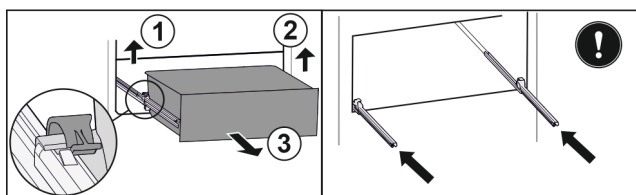

Fig. 69
- ▶ Podnieść lewy zacisk i wysunąć jednocześnie szufladę po lewej do przodu. Fig. 69 (1)
- ▶ Podnieść prawy zacisk i wysunąć jednocześnie szufladę po prawej do przodu. Fig. 69 (2)
- ▶ Wyjąć szufladę do przodu. Fig. 69 (3)